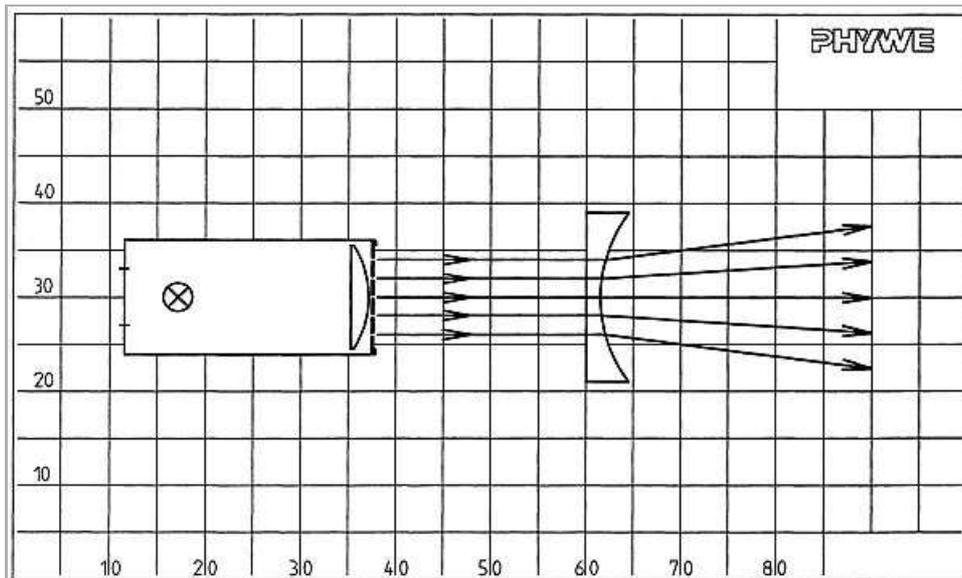

Abb. 1
- Haftleuchte mit 5-Spalt-Blende (oder 3-Spalt-Blende) so platzieren, dass der mittlere Strahl in der optischen Achse verläuft (Abb. 1)